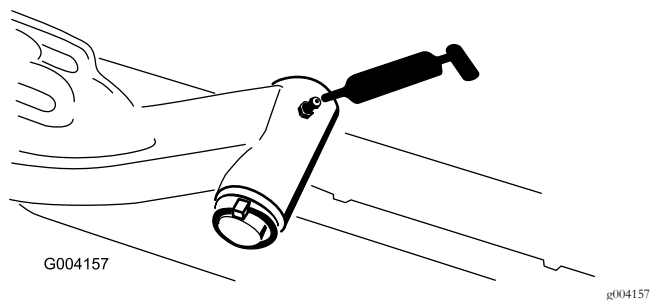

Figure 32
- Axe de pivot des bras de relevage (1 chacun)—Figure 32